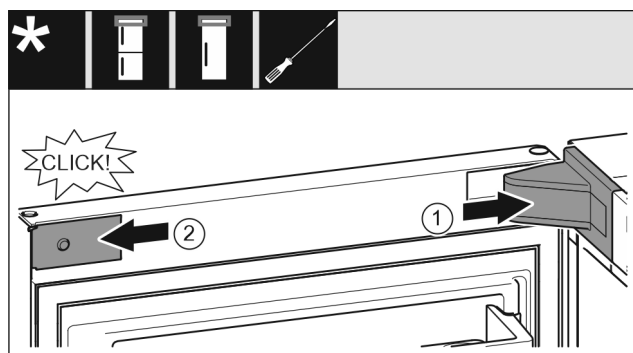

Fig. 21
- Mettre en place le cache du support de palier Fig. 21 (1) et l'enclencher. Au besoin, l'écartier avec précaution.
- Placer le cache Fig. 21 (2) sur le côté et l'enclencher.